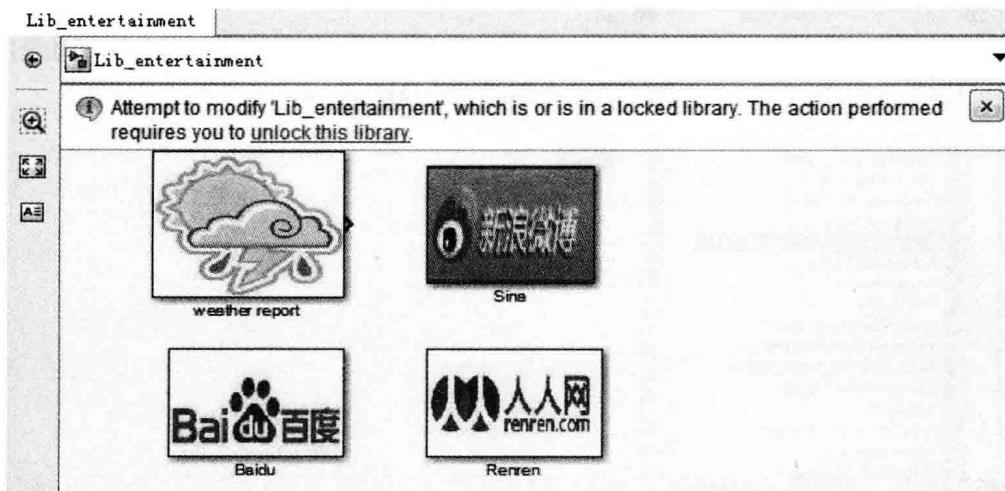

图 13-4 当尝试挪动处于锁定状态的库模块时
- ① Library 里的模块不能随意拖动,打开时默认为被锁定的状态。
- ② Library 的工具栏上没有仿真时间和仿真模式的设定。
③ Library 的菜单栏比一般模型文件的菜单栏缺少几个选项: Simulation、Code 和 Tools。如①所述,如果尝试在锁定状态下拖动模块,则会弹出如图 13-4 所示的提示信息。